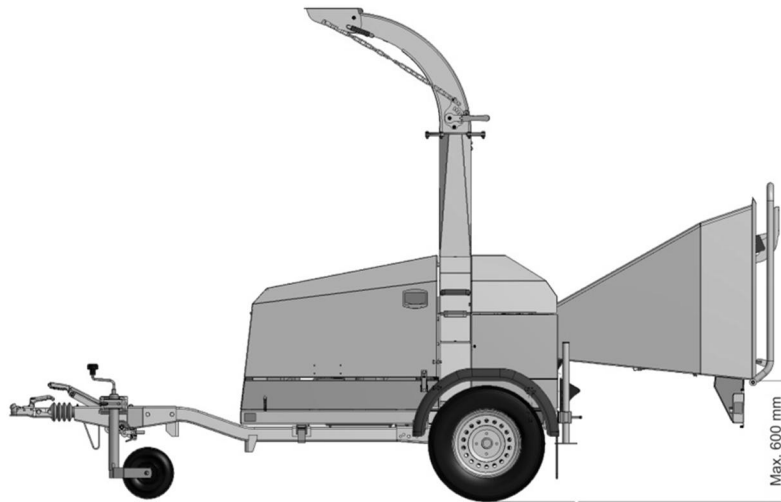

Figure 7 Hauteur maximale au-dessus du terrain (entonnoir fixe)
- **ENTONNOIR FIXE** : pendant le fonctionnement, régler la hauteur de la machine au maximum à 600 mm au-dessus du terrain (voir Figure 7). Si la hauteur n'est pas respectée, la barre de commande/de sécurité ne fonctionnera pas comme prévu et peut constituer un risque de blessure grave par écrasement.